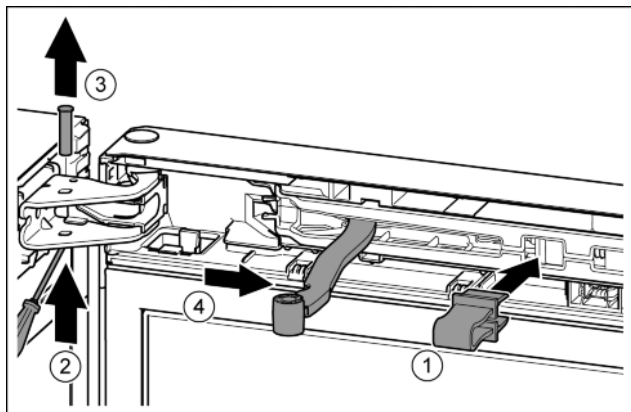

Fig. 10
- Poistku zaklapnite v otvore. Fig. 10 (1)
- Čap vysuňte skrutkovačom. Fig. 10 (2)
- Čap vyberte nahor. Fig. 10 (3)
- Kĺb otočte v smere dverí. Fig. 10 (4)